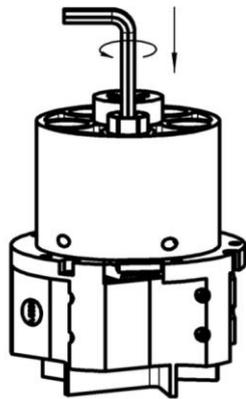

Abbildung 39: Kontaktbuchse einsetzen
4. Neue Kontaktbuchse mit dem Innensechskantschlüssel einsetzen und festziehen Abbildung 39.